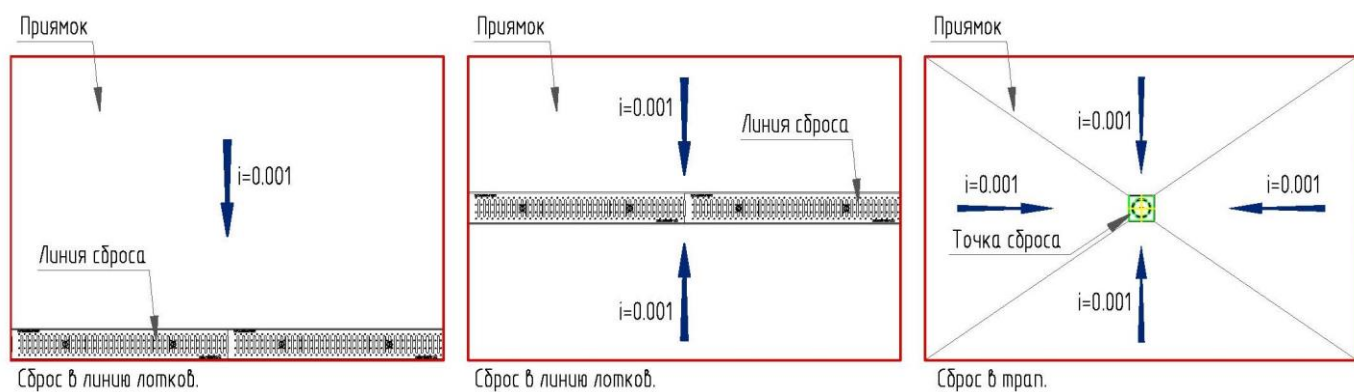

Рис. 18 – Схемы организации точек сброса в прямоуголах.
- при устройстве точки сброса в приямке необходимо обеспечить уклон по дну приямка в сторону точки/линии сброса (рис. 18).